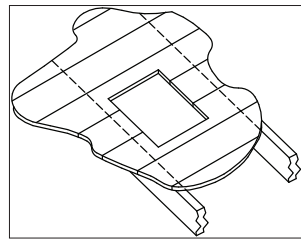

Figure 19
**5.** Retirer les bardeaux ou tout autre revêtement de toit au besoin afin de découper l'ouverture rectangulaire pour la boîte de support. Découper l'ouverture 3,2 mm (1/8 po) plus large que les dimensions de la boîte de support. (**Figure 19**).